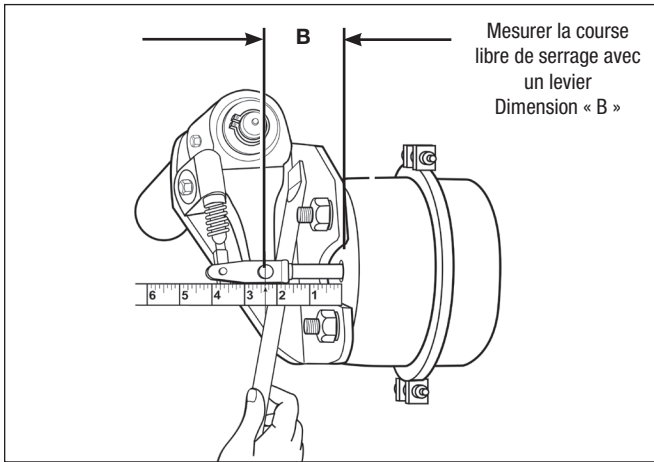

Figure 9 – Mesurer la course libre de serrage avec un levier
3. Mesurer la course libre de serrage avec un levier (soit la distance entre la face du récepteur et la ligne médiane du grand axe de chape). Cf. *Figure 9*. Noter la distance mesurée précise (dimension « B »).